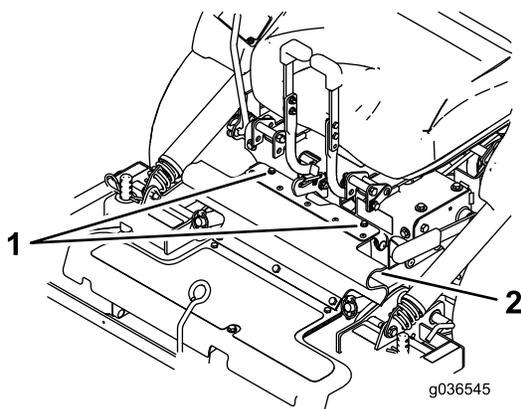

Рисунок 80
8. Ослабьте болты, прикрепленные к резиновому ограждению (Рисунок 80).
8. Выровняйте верхнюю часть резинового ограждения и закрепите ее прилагаемыми болтами (Рисунок 80).